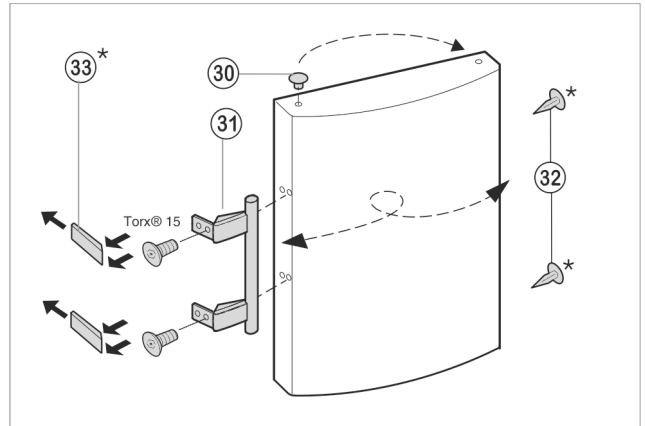

Fig. 7
- ▶ Retirer le tampon Fig. 7 (30) de la bague du palier de la porte vers le bas et le déplacer.
- ▶ Démontez la poignée de la porte Fig. 7 (31), le tampon Fig. 7 (32) et les plaques de pression Fig. 7 (33) et les déplacer du côté opposé.